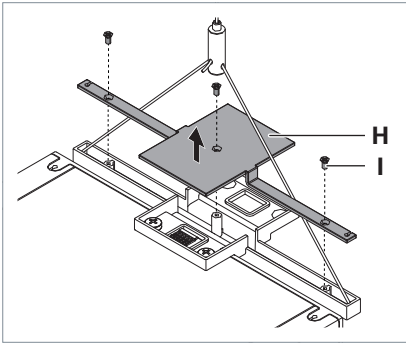

Fig. 13: Retirer le recouvrement.
- ▶ Sur le dernier luminaire monté, dévissez au niveau de l'élément de liaison les trois vis I hors du recouvrement H, voir Fig. 13.